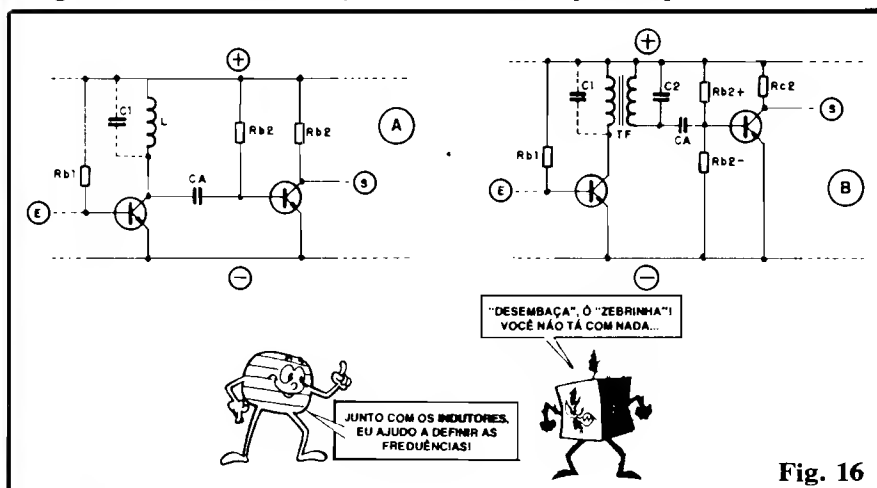

Fig. 16
- **FIG. 16** - Acoplamento L-C - Indutor/Capacitor, p/amplificação sintonizada - Uma interessante "fusão" dos métodos de acoplamento RC e o transformador, resulta no sistema chamado de LC, onde a "carga" do **coletor** do primeiro transistor é formada justamente por um **INDUTOR** (bobina), sendo o sinal normalmente acoplado a capacitor (CA) à **base** do segundo transistor (fig. 16-A). Se, em paralelo com o **INDUTOR** "L" colocarmos um capacitor de valor especialmente calculado (C1), podemos adequar rigidamente a constante de tempo do conjunto L-C (para frequências mais elevadas, é mais prático usar, em conjunto com o capacitor, um indutor, na determinação da constante de tempo desejada, caso em que chamamos esse "casamento" de **RESSONÂNCIA**, ou **SINTONIA**...) ao ritmo dos sinais a serem amplificados. Conseguimos, assim, a otimização dos
"casamentos" (impedância, faixa de frequências "passante", etc.). O arranjo é assim muito utilizado em circuitos de Rádios, TVs, etc. Observem que a polarização de **base** do segundo transistor é obtida através de Rb2. Ainda na fig. 16, em B, temos uma interessante variação do acoplamento LC, agora usando um transformador (como em 15...), porém com seus dois enrolamentos devidamente sintonizados, pelas presenças de C1 e C2. Com tal artifício conseguimos tornar a faixa "passante" de frequências tão "aguda", que, na prática, apenas **uma** determinada frequência ou "ritmo" de sinal pode transitar pelo sistema, ficando todas as demais frequências severamente atenuadas! No futuro veremos algumas aplicações práticas dessa configuração (está presente, por exemplo, nos amplificadores de Frequência Intermediária - FI - dos aparelhos de Rádio...). Como um "gancho" para o próximo tema da presente "Lição" teórica, notem que a polarização de **base** do segundo transistor, no caso, não é mais feita a partir de um único resistor, mas sim por dois deles (Rb2+ e Rb2-), que nos permite determinar